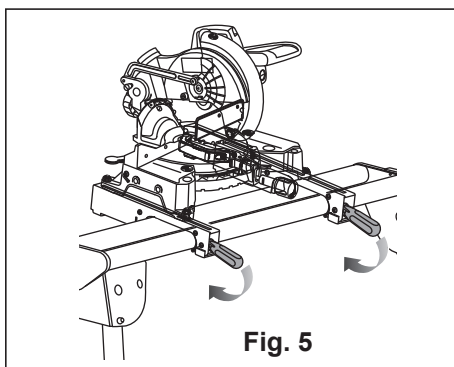

Fig. 5
4. Bloquee os apoios de montagem nessa posição colocando as alavancas de bloqueio para baixo. (Ver Fig. 5)